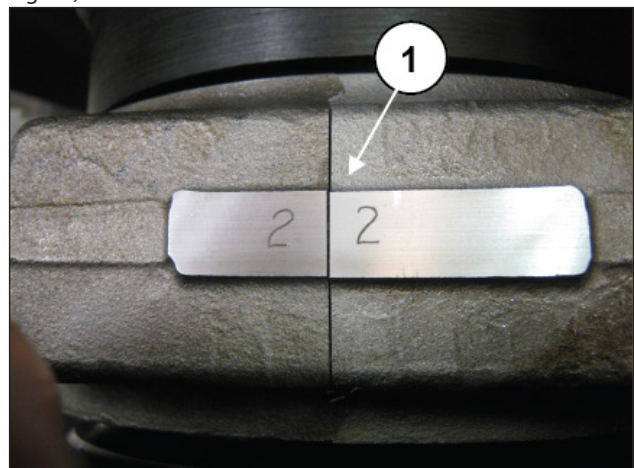

Fig. 77
Separe as capas das semi-bielas. O acoplamento correto será garantido pela numeração colocada em um lado (pos. ①, Fig. 77).